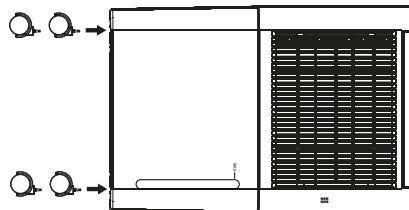

Fig. 1
- ◆ Tryk hjulene ⑥ ind i de fire huller på produktets underside, indtil de går helt i indgreb (se fig. 1).